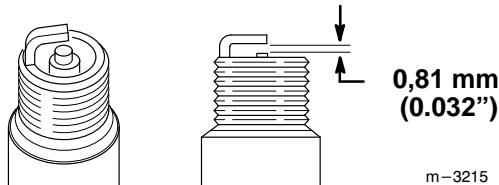

Abbildung 24
5. Den Elektrodenabstand an der Zündkerze (Abb. 24) auf 0,81 mm (0,032") einstellen.